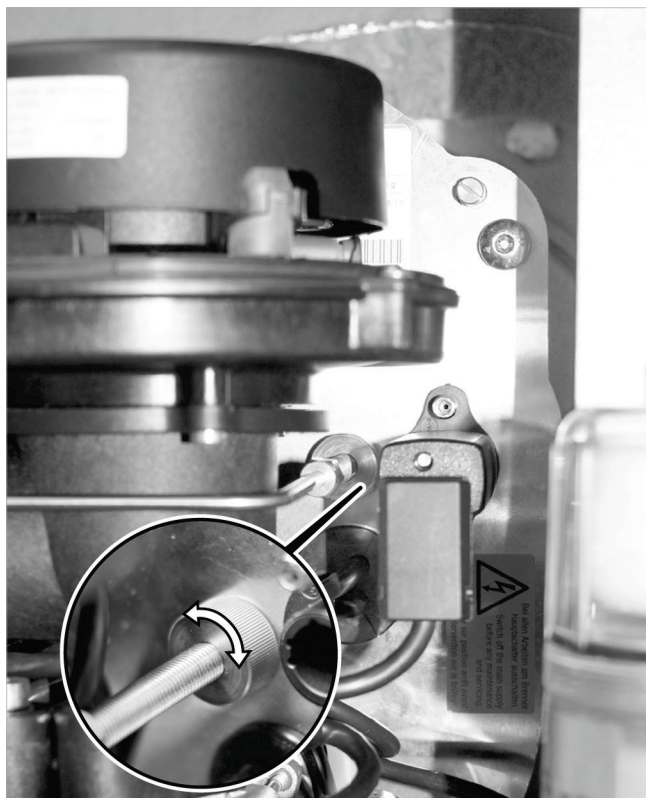

Fig. 120 : écrou moleté (raccord conduite de fioul / porte-vent)
5. Tournez l'écrou moleté du porte-vent (cf. → fig. 120, p. 63) d'env. 2 tours dans le sens contraire des aiguilles d'une montre (le porte-vent est tiré « vers l'arrière »).
1. Un écrou moleté se trouve devant la plaque de support du brûleur au niveau du raccord de la conduite de fioul avec le porte-vent ($\rightarrow$ Fig. 120). Il permet de déplacer l'ensemble du dispositif de mélange vers l'avant ou vers l'arrière. L'écrou moleté peut être réglé jusqu'à un certain point (butée du dispositif de mélange dans le tube à flamme). Réglez l'écrou moleté de sorte que le dispositif de mélange se trouve au niveau de la butée.